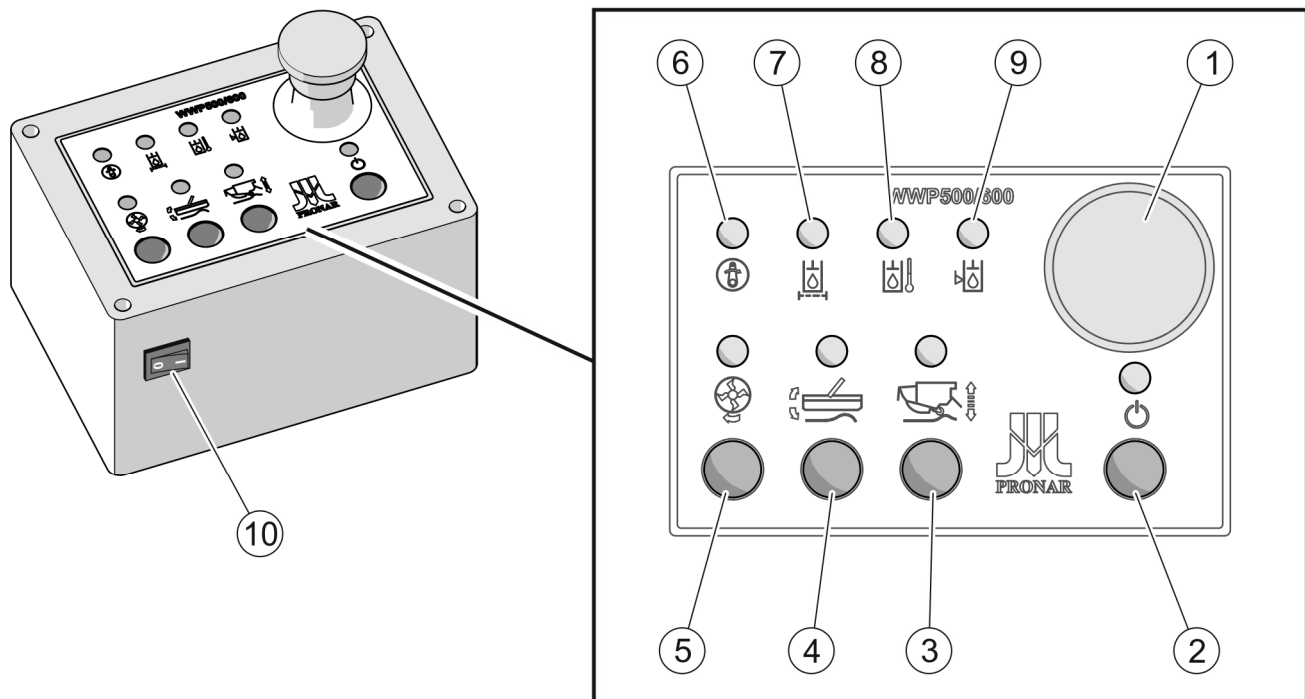
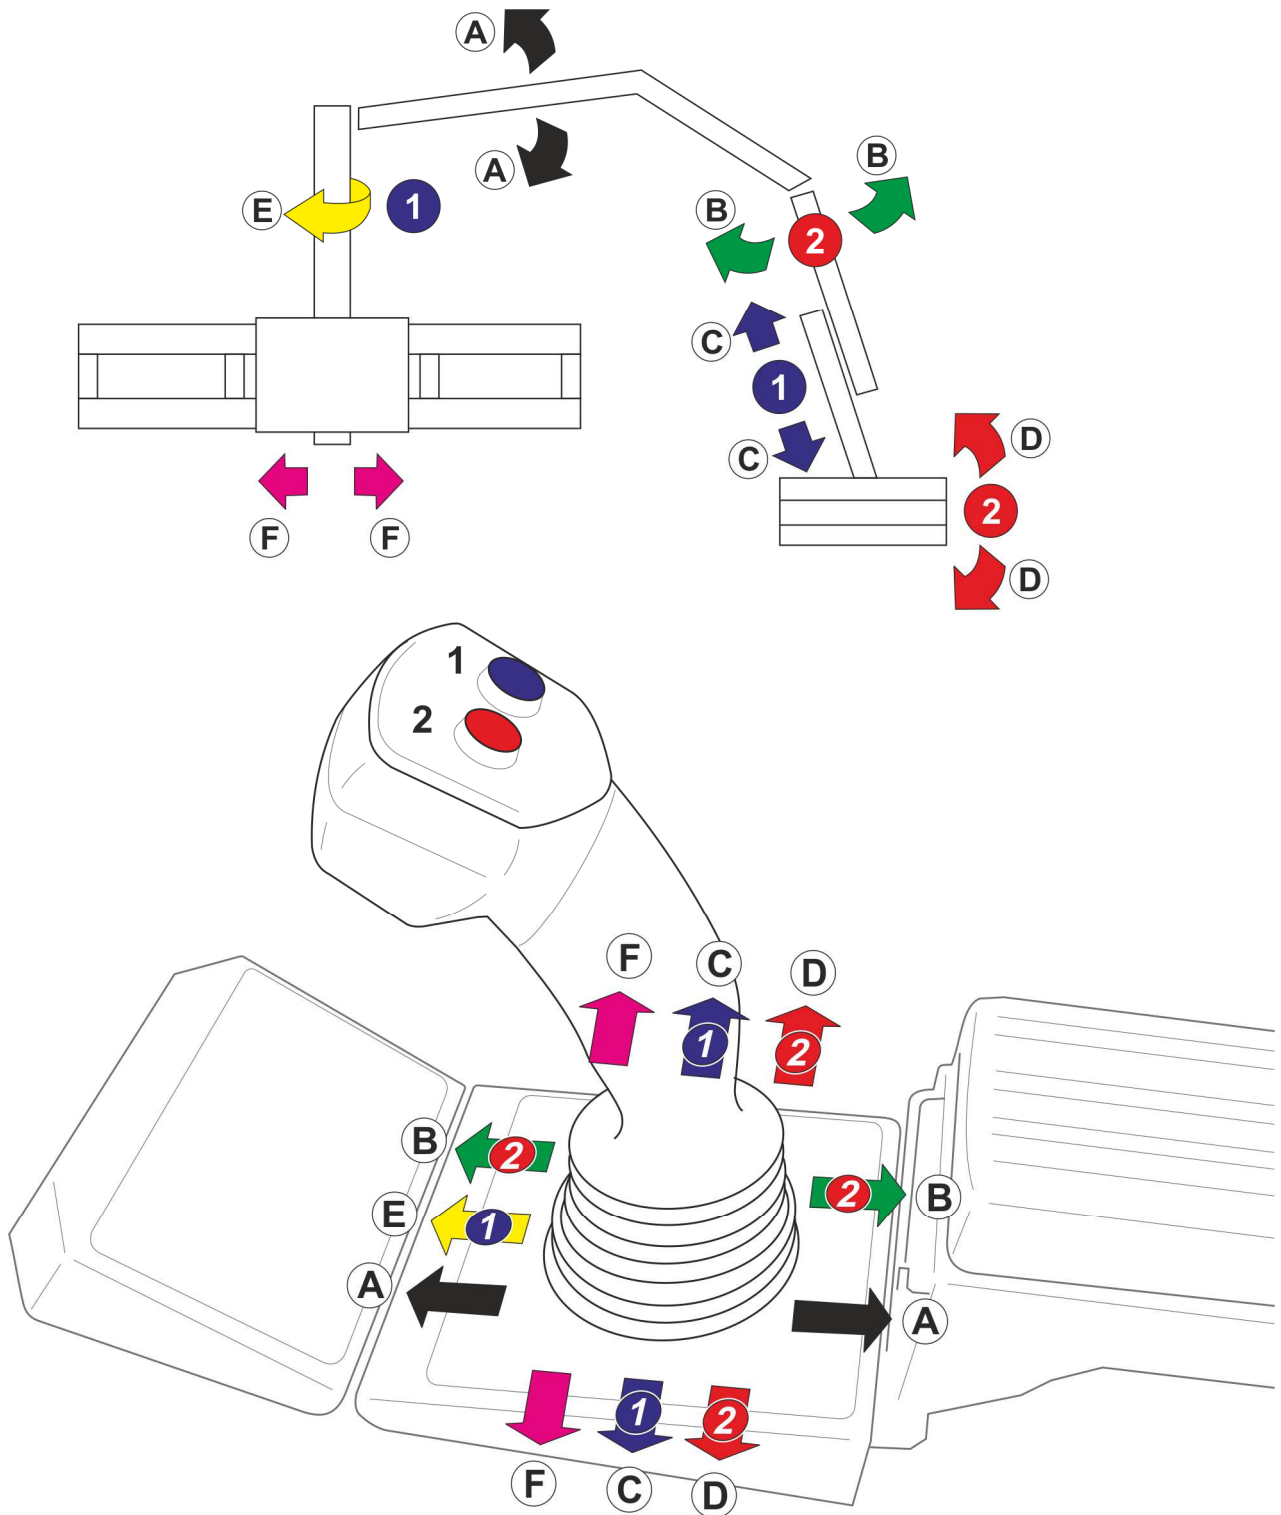
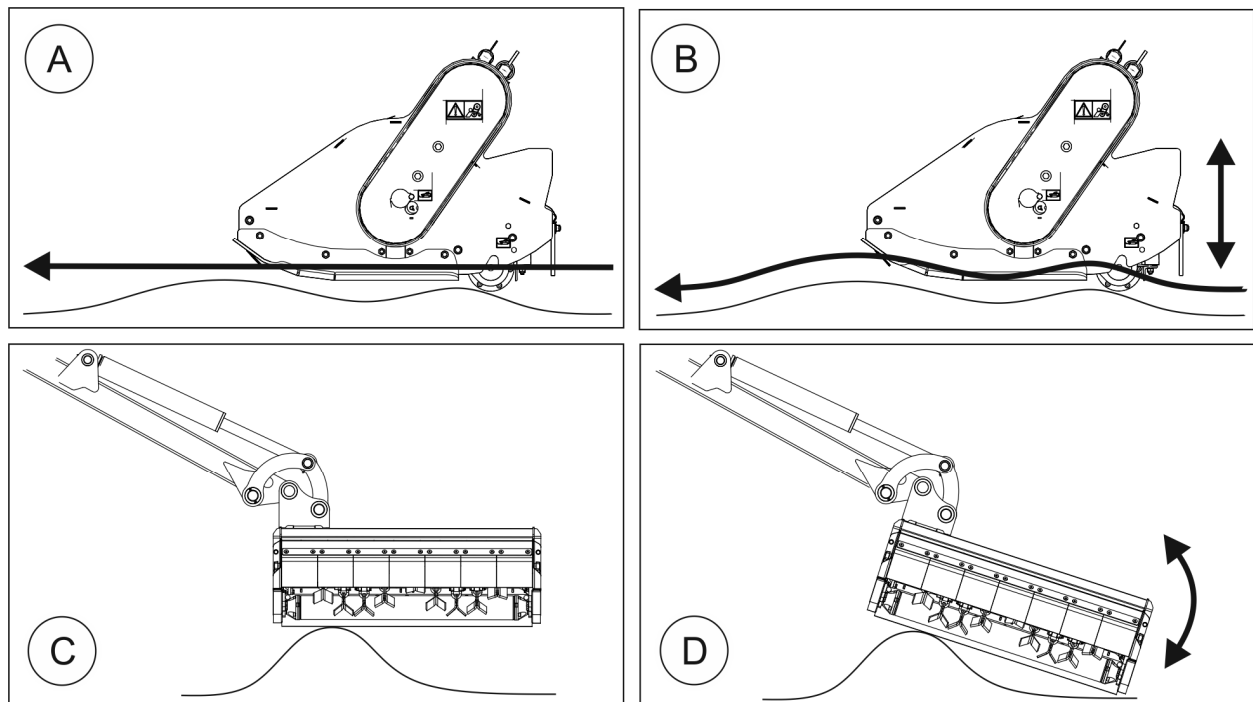

FIGURE 4.6 Panneau de commande de la flèche multifonction.
FIGURE 4.7 Procédé de commande de vérins individuels de la flèche multifonction à l'aide d'un joystick.
FIGURE 4.11 Fonctions d'amortissement des bras et de position flottante
Les bras multifonctions et la tête de travail sont contrôlés à l'aide du panneau de commande (FIGURE 4.6) et du joystick (FIGURE 4.7) situés à l'intérieur du porte-outil.
(1)- interrupteur de sécurité (champignon); (2) - bouton d'activation et éclairage de la commande ; (3) - bouton et voyant d'allumage de l'amortissement du bras ; (4)- bouton et voyant pour allumer la position de la tête de travail flottante ; (5)- bouton et voyant pour allumer l'entraînement de la tête de travail ; (6) - voyant d'activation du fusible ; (7) - voyant d'encrassement du filtre à huile ; (8)- voyant de température d'huile ; (9)- voyant de niveau d'huile dans le réservoir ; (10)- interrupteur d'alimentation principal du panneau de commande.
Avant de manœuvrer les bras de flèche, allumez l'interrupteur principal du bureau (10) (FIGURE 4.6), puis allumez la commande du bureau en maintenant le bouton (2) pendant environ 3 secondes. La mise en marche de la commande est signalée par le voyant situé au-dessus du bouton interrupteur.
Le mouvement de la flèche multifonction est contrôlé à l'aide d'un joystick. La méthode de commande du joystick est présentée dans le pictogramme situé sur le support du joystick (FIGURE 4.7).
Les fonctions individuelles du joystick sont les suivantes (FIGURE 4.7) :
- allumez l'interrupteur d'alimentation principal du bureau (10) (FIGURE 4.6), puis allumez la commande du bureau en maintenant le bouton (2) pendant environ 3 secondes. La mise en marche de la commande est signalée par le voyant situé au-dessus du bouton interrupteur.
- en contrôlant les vérins hydrauliques appropriés de la flèche (FIGURE 4.7), positionner la tête de travail à l'endroit prévu pour le travail ;
- Après avoir réglé la tête en position de travail, allumez l'entraînement de la tête en appuyant sur le bouton (5) du panneau de commande (FIGURE 4.6). L'entraînement de la tête est activé avec une certaine rampe de temps d'environ 2 secondes.
Lorsque vous travaillez avec la flèche multifonction levée, maintenez une distance de sécurité entre les bras et la tête de travail par rapport aux lignes électriques aériennes (FIGURE 4.7).
Lorsque la tête de travail se déplace sur un sol irrégulier et nécessite la fonction de copie du terrain sur lequel elle se déplace, la fonction de position flottante de l'inclinaison de la tête de travail doit être activée en appuyant sur le bouton (4) (FIGURE 4.6). À ce stade, la tête change librement de position d'inclinaison, en adaptant sa position aux irrégularités du terrain (D) (FIGURE 4.11).
Lorsque la tête de travail travaille au niveau du sol et nécessite la fonction de copier le terrain sur lequel elle se déplace dans un plan vertical, la fonction d'amortissement du bras doit être activée à l'aide du bouton (5) (FIGURE 4.6). À ce stade, le bras multifonction change librement de position verticale, ajustant la position de la tête aux irrégularités du terrain (B) (FIGURE 4.11).
rampe tournera, l'indicateur d'activation du fusible (6) s'allumera (FIGURE 4.6) et un signal acoustique sera émis. Vous devez ensuite arrêter le porte-outil le plus rapidement possible et éviter l'obstacle avec la tête de travail relevée, puis utiliser le levier joystick pour faire tourner la flèche principale, ce qui fait revenir la tige du piston de l'actionneur de sécurité à sa position de départ. Le voyant d'activation du fusible (6) et le signal sonore doivent alors être éteints.